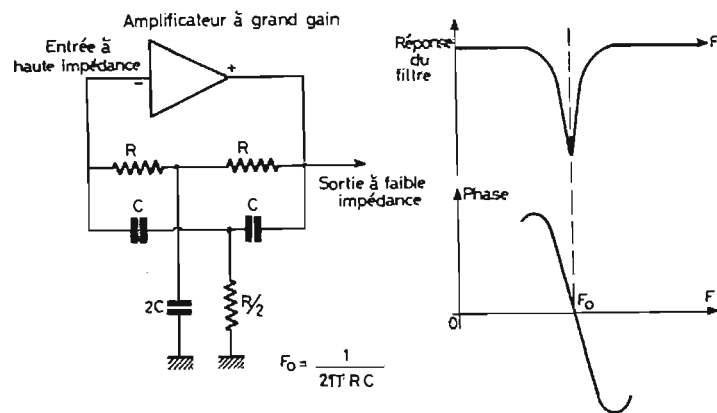

Fig. 6 - Oscillateur à double T. Principe.
Au travail ! On commencera par la platine horizontale (A) qui est l'élément principal de ce châssis. La figure 6 donne toutes les cotations nécessaires à sa réalisation, précisons que nous n'avons pas tenu compte des épaisseurs de tôle.
d'une part à donner de la rigidité à l'ensemble, d'autre part, elle va constituer un blindage et enfin elle servira à fixer le transformateur. Cette platine sera collée à la flasque arrière et à la platine horizontale (A) puis vissée à la flasque avant (C). La figure 6 indique les différentes côtes à respecter.
Les zones « en grisé » que nous trouvons sur les différentes figures indiquent les surfaces qui seront collées, par exemple : à l'arrière de la platine A (fig. 6) nous voyons l'emplacement de la platine B qui vient ceinturer la platine horizontale.
Le schéma de principe est représenté sur la figure 6. Le réseau déphaseur est constitué d'un double circuit en T dont les propriétés sont bien connues des techniciens :